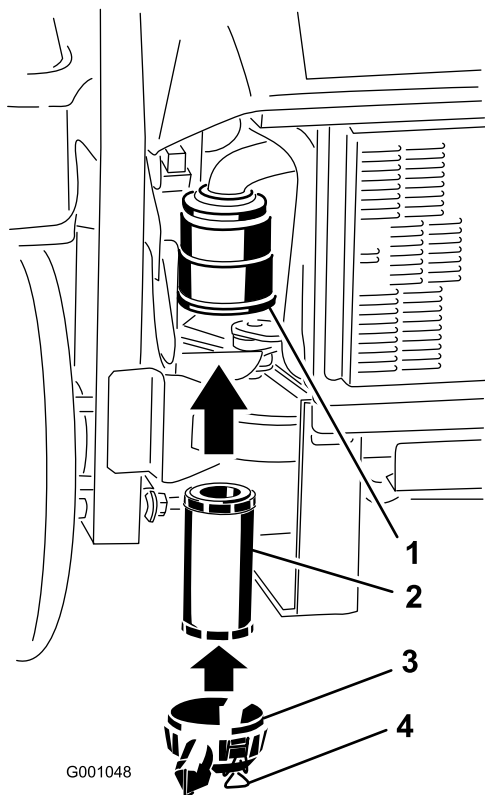

Figura 36
2. Inserite con cautela il filtro nel relativo corpo (Figura 36). Premete sul bordo esterno del filtro mentre lo inserite, per accertarvi che venga inserito a fondo.
3. Montate il coperchio del filtro dell'aria e chiudete i fermi (Figura 36).